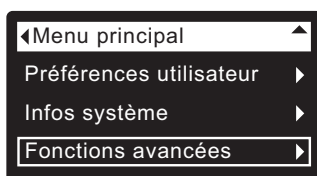

FIG. 80
1. À partir d'un écran d'état dynamique, appuyez sur le sélecteur (O) pour afficher le **Menu principal**.
2. Appuyez sur le bouton BAS (▼) pour faire défiler les options du menu et mettre en encadré **Fonctions avancées** (cf. Figure 80).